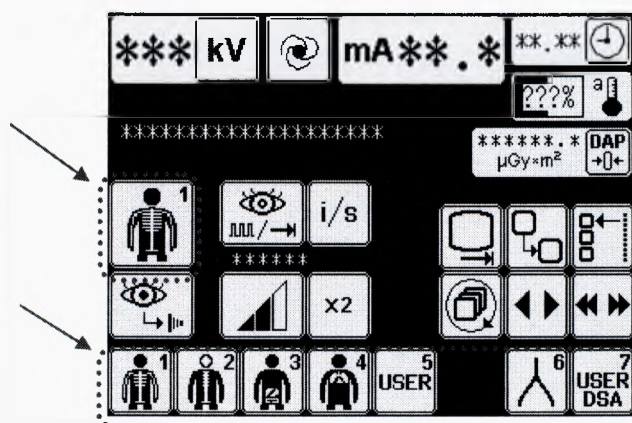

Рисунок 80
– нажмите соответствующую кнопку на панели управления стойки (см. рисунок 80);